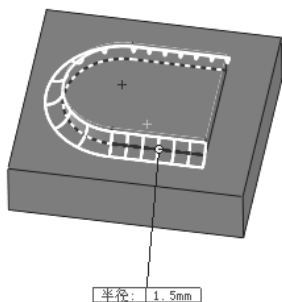
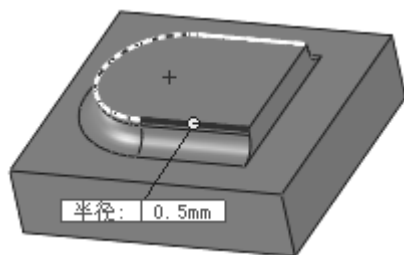

图 10-174 进行圆角 1 操作
图 10-175 进行圆角 2 操作
⑥ 生成圆角特征。单击“特征”控制面板中的（圆角）按钮，或选择“插入”→“特征”→“圆角”菜单命令，系统弹出“圆角”属性管理器，选择“圆角类型”为“恒定大小圆角”，在圆角半径文本框中输入数值“1.5”。单击鼠标拾取实体的边线，如图 10-174 所示，单击（确定）按钮生成圆角。继续单击“特征”控制面板中的（圆角）按钮，或选择“插入”→“特征”→“圆角”菜单命令，弹出“圆角”属性管理器，选择“圆角类型”为“恒定大小圆角”，在圆角半径文本框中输入数值“0.5”，单击鼠标拾取实体的另一条边线，如图 10-175 所示，单击（确定）按钮生成另一个圆角。